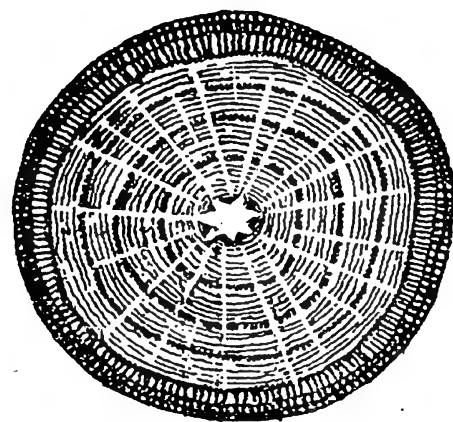

Fig. 4. — Coupe d'une bûche de chêne.
**4. Le bois.** — Observons la coupe d'une bûche fraîchement sciée en travers (*fig. 4*). Elle est parfois fendue et présente des crevasses en forme de coins : en séchant, la bûche a perdu son humidité, le bois a diminué de volume, et c'est ce qui a provoqué les fentes.